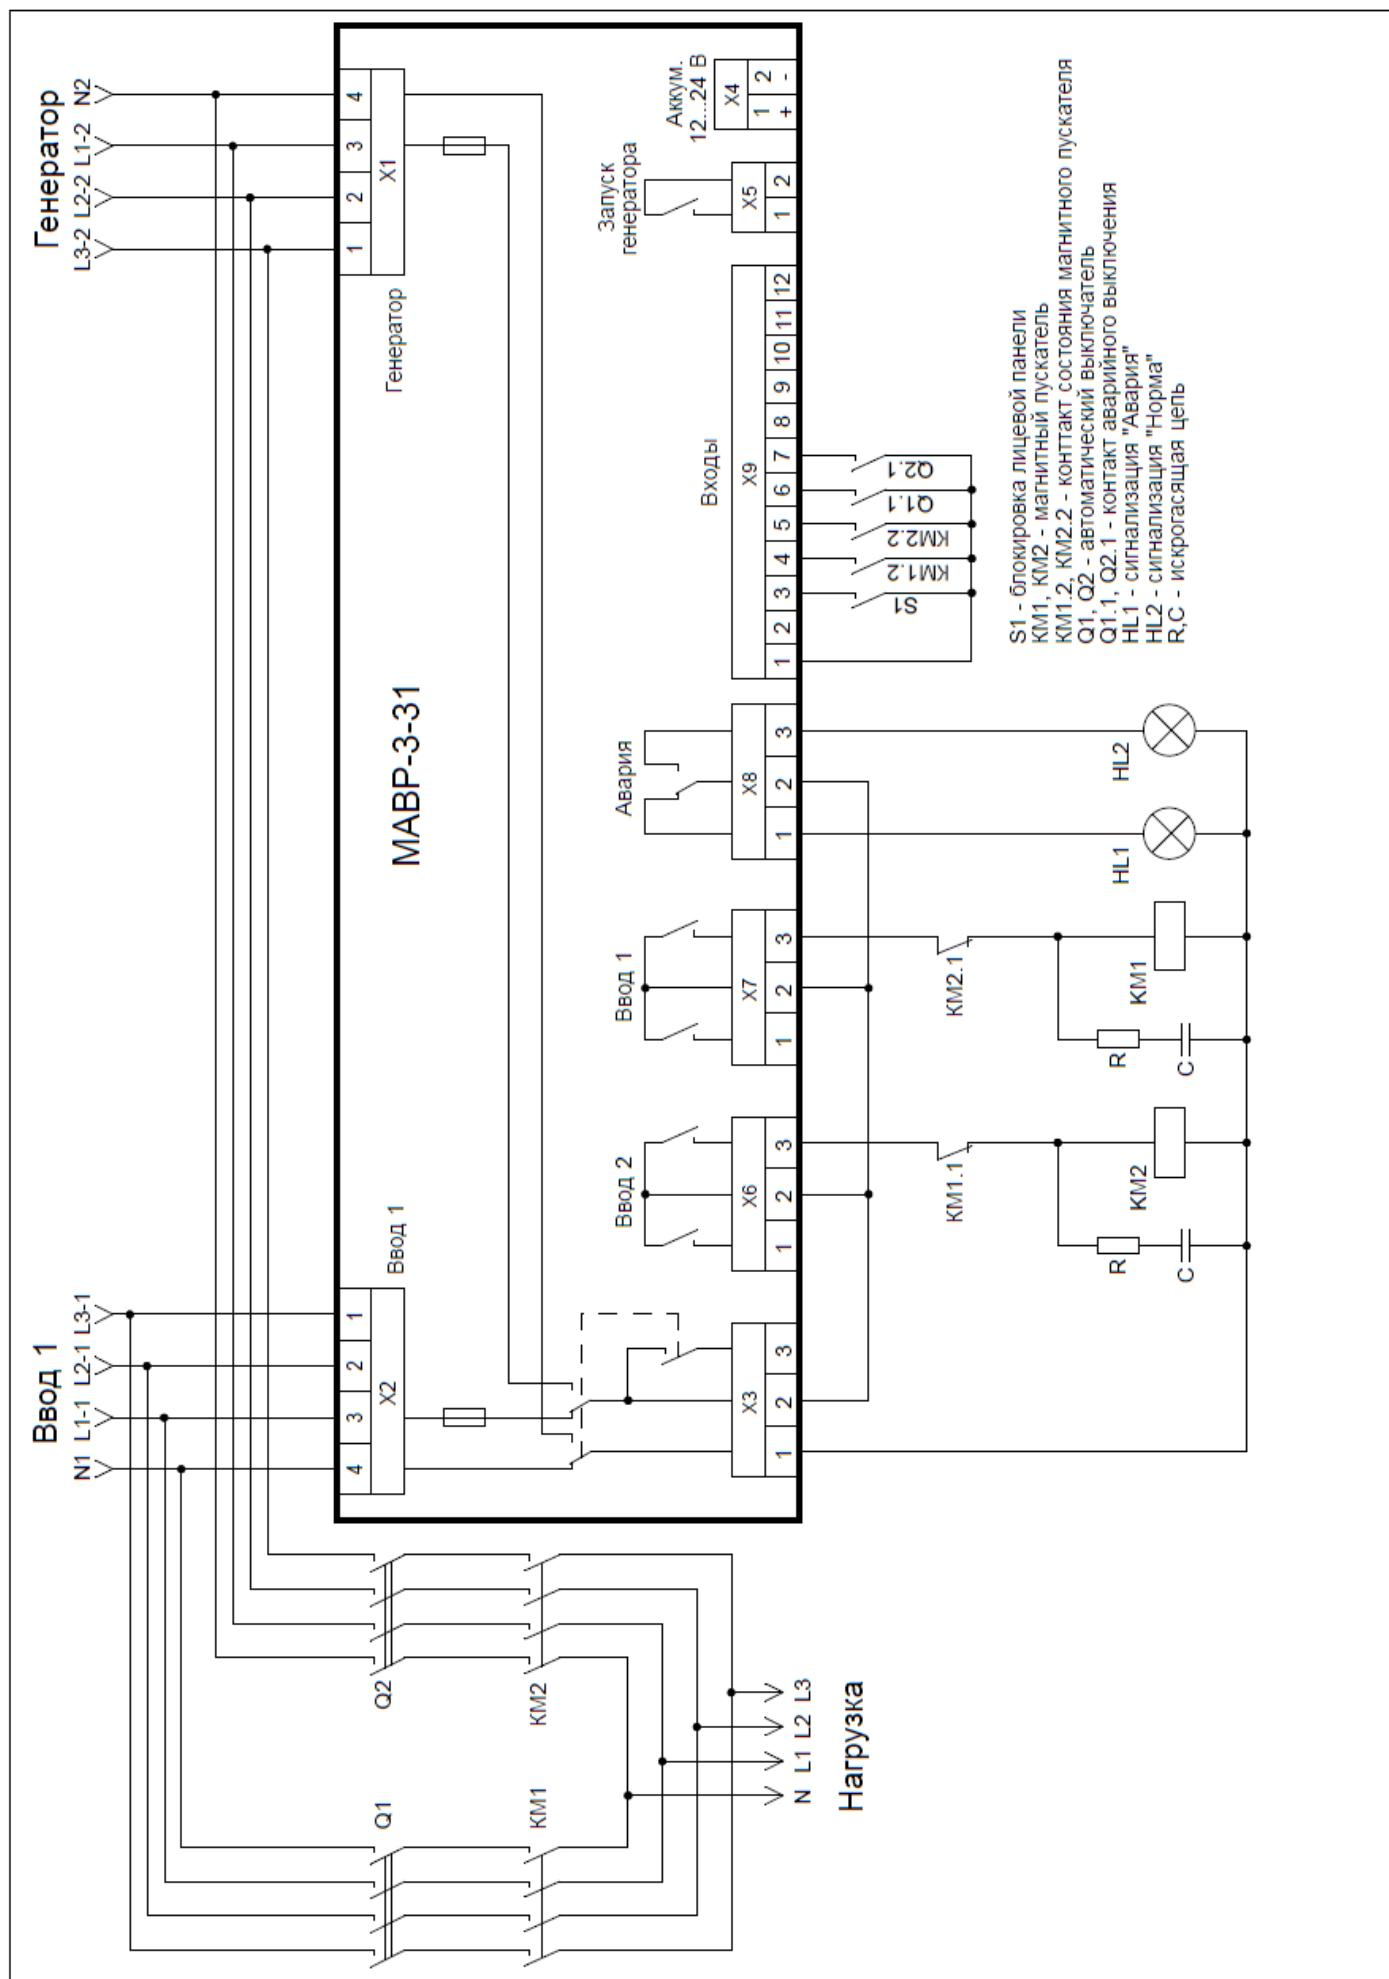

Рис. 7. Подключение нагрузки магнитными пускателями
Схема подключения определяется типом коммутационного механизма. Для автоматически выключателей с моторным приводом подключение производится по схеме рис.6. Для электромагнитных пускателей подключение производится по схеме рис.7.
**Внимание!** Включение местного управления отключает управление коммутационными аппаратами модулем. Блокировка включения обеспечивается контактами цепей включения Q1.1 и Q2.1 – на рис.6 (KM1.1 и KM2.1 на рис.7). При реализации функции местного управления рекомендуется обеспечить сигнализацию перехода на местное управление с помощью контакта S2. Включение любого коммутационного аппарата при местном управлении формирует в модуле сигнал «авария». Сброс по кнопке «СТОП».